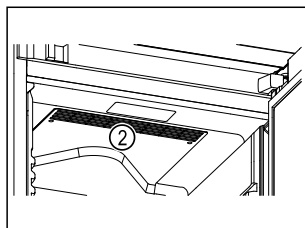

Fig. 66
- ❑ Poskrbite, da prezračevalna reža Fig. 66 (2) ventilatorja krožnega zraka v notranjosti ni zakrita.